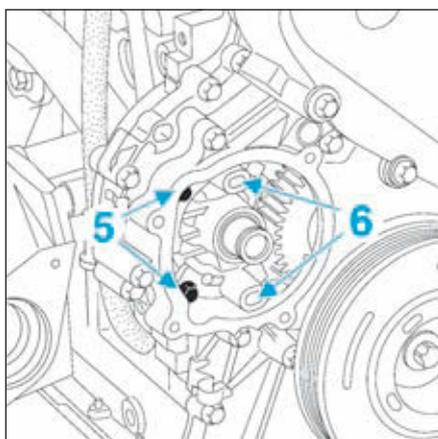

FIG.132
- Déposer les vis (5), puis déposer la pompe à eau (Fig.132).
- Pour positionner correctement la pompe à eau sur le carter de distribution, appuyer sur les bossages (6) (Fig.132).